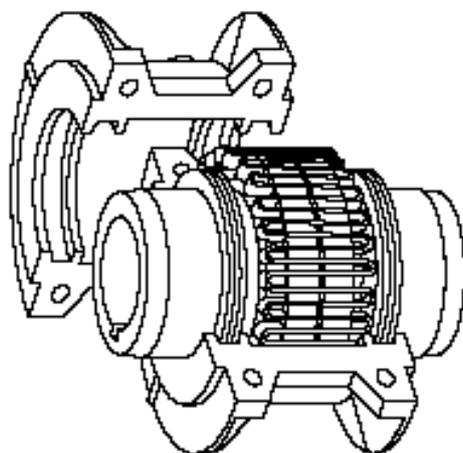

Figura 10-12 Giunto flessibile
21.- Qualora la tipologia del giunto lo preveda, montare la molla del giunto elastico (Figura 10-12), ingrassare le parti e chiudere i coperchi.
22.- Rimontare la ventolina di raffreddamento (8) nella posizione iniziale.
24.- Riposizionare il riparo del supporto (12) e del giunto elastico (14).